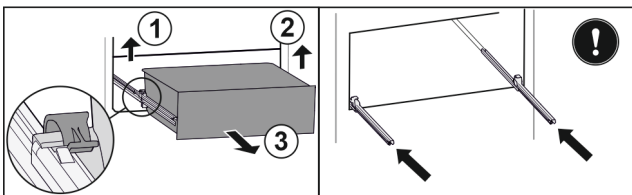

Fig. 103
- ▶ Levante la brida izquierda y, simultáneamente, tire de la parte izquierda del cajón hacia delante. Fig. 103 (1)
- ▶ Levante la brida derecha y, simultáneamente, tire de la parte derecha del cajón hacia delante. Fig. 103 (2)
- ▶ Extraiga el cajón hacia delante. Fig. 103 (3)